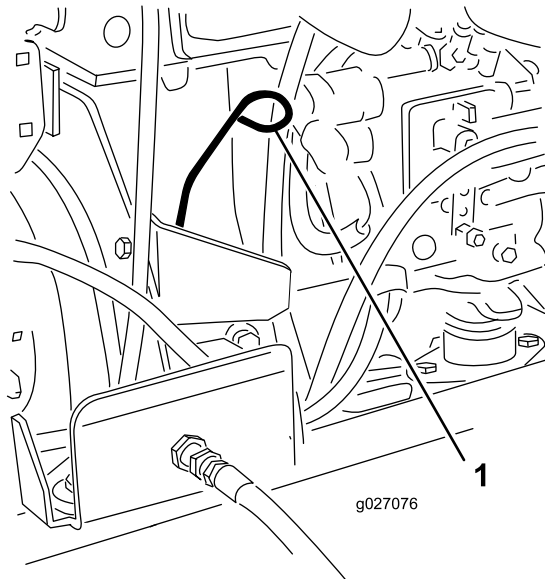

Figura 30
3. Togliete l'asta di livello, asciugatela e reinseritela (Figura 30).